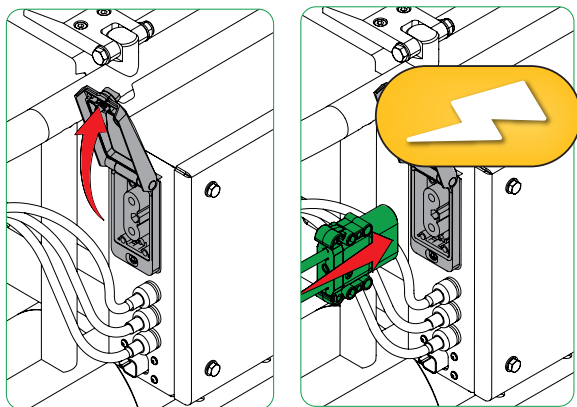

Fig. 17C - Rimuovere il connettore di ricarica della macchina e collegarlo al caricabatterie
3. Rimuovere il connettore di ricarica della macchina dal suo supporto. Collegarlo al cavo che va dal caricabatterie alla macchina; il collegamento sarà unidirezionale (Fig. 17C).